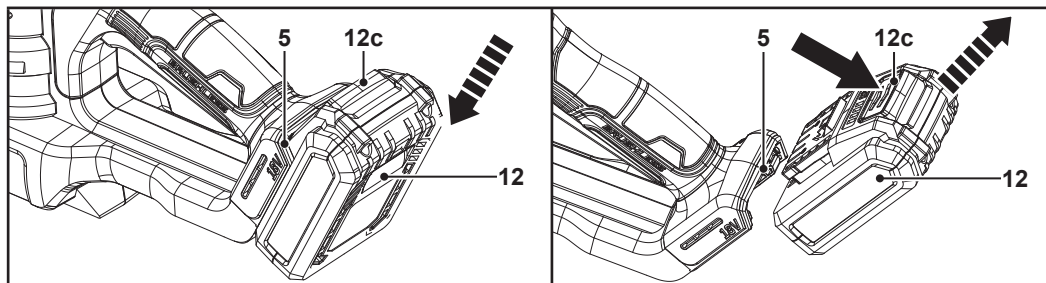
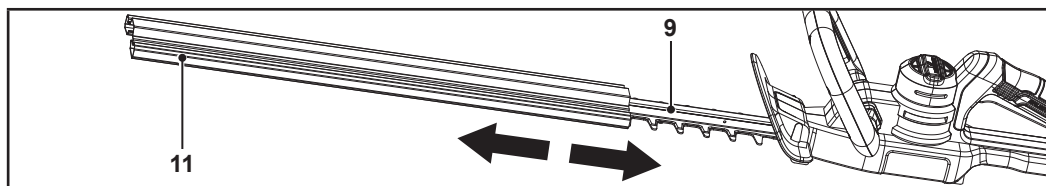

Fig. 2
Fig. 4
Protecție lamă (11): Când produsul nu este în uz, scoate acumulatorul (12) (fig. 2) și pune protecția pe lamă (9) (fig. 4). Procedând astfel, protejezi lama și eviți tăieturile și deteriorarea obiectelor.
Montarea: Aliniaza acumulatorul (12) cu portul de conectare (5) și glisează-l înăuntru. Asigură-te că se fixează în poziție (fig. 2).
Demontarea: Apasă butonul de eliberare (12c) și scoate acumulatorul (12) din portul de conectare (5) (fig. 2).
Demontarea: Glisează protecția (11) de pe lamă (9) (fig. 4).
Montarea: Glisează protecția (11) pe lamă (9) (fig. 4).